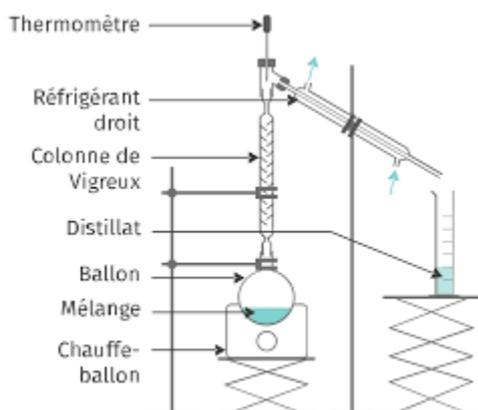

Figure 5
- Distillation fractionnée pour un liquide (voir figure 5).